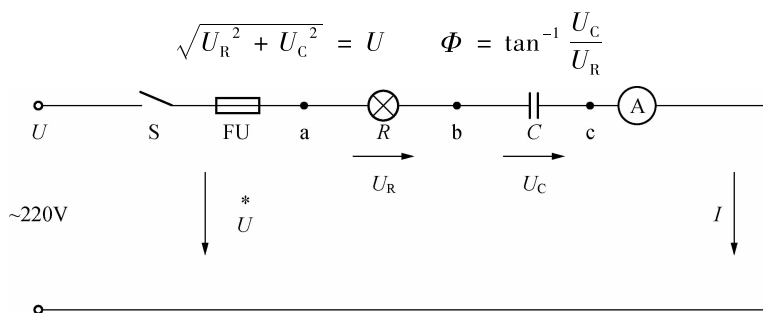

图 2.7.2
(1) 按图 2.7.2 连接线路, 接通电源后, 用电压表测量  $U_R = U_{ab}$ ,  $U_C = U_{bc}$ ,  $U = U_{ac}$ , 用电流表测量  $I$ 。
(2) 用代数和方法计算  $U_R + U_C$ , 验证  $U_R + U_C \neq U$ 。
(3) 用求相量和的方法计算  $U_r + U_c$ , 验证